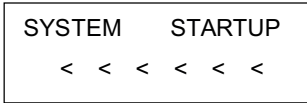

Fig 3.1.1
- A. Rilevamento automatico: sulla prima riga del display LCD è visualizzato "SYSTEM STARTUP" (Avvio sistema). Sulla seconda riga sono visualizzati segni "<" in numero sempre maggiore accompagnati da un unico impulso sonoro, fino a riempire il display, come indicato nella Fig 3.1.1. Se l'audio della tastiera è attivato, i segni "<" aumentano in successione emettendo contemporaneamente impulsi sonori in successione, vedere Fig 3.1.1.